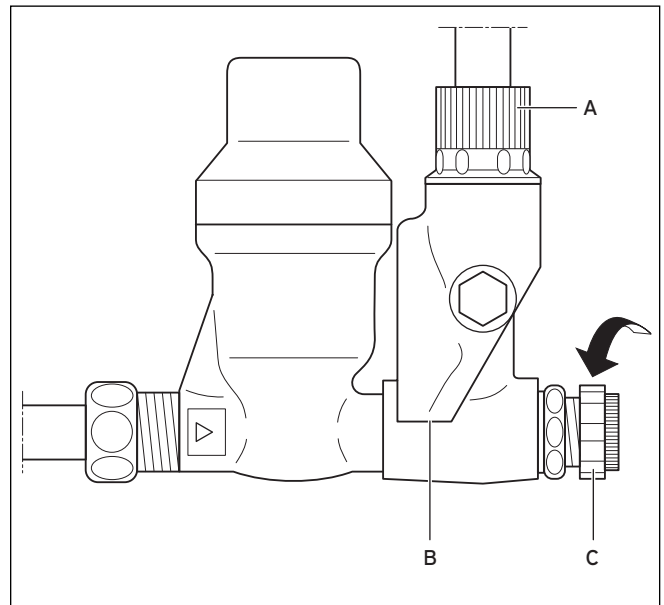

Abb. 6.1 Sicherheitsgruppe
- Installieren Sie die Abblaseleitung (B, Abb. 6.1) des Sicherheitsventils in der Größe der Austrittsöffnung des Sicherheitsventils in einer frostfreien Umgebung.
- Öffnen Sie vor der Erst-Inbetriebnahme des Elektro-Warmwasserspeichers VEN/H das Kaltwasser-Absperrventil (C, Abb.6.1) vor dem Warmwasserspeicher. Es darf nicht als Drosselventil benutzt werden.
- Halten Sie die Abblaseleitung (**B, Abb. 6.1**) stets offen. Nicht verschließen!
- Informieren Sie den Betreiber, dass er regelmäßig vorbeugend das Sicherheitsventil durch Betätigung des Anlüfters (**A, Abb. 6.1**) überprüft.
Wenn Wasser ausläuft, ist sichergestellt, dass der VEN/H gefüllt ist. Bei der ersten Aufheizung prüfen, ob das Sicherheitsventil ordnungsgemäß arbeitet. Bei der Erwärmung des Speicherinhalts muss sichtbar Wasser aus der Abblaseleitung (**B, Abb. 6.1**) tropfen.
- Informieren Sie den Betreiber, dass er regelmäßig vorbeugend das Sicherheitsventil durch Betätigung des Anlüfters (A, Abb.6.1) überprüft.